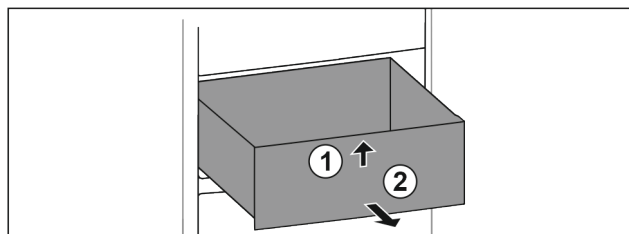

Fig. 118
- Soulever la partie avant du tiroir. Fig. 118 (1).
- Retirer le tiroir par l'avant. Fig. 118 (2)